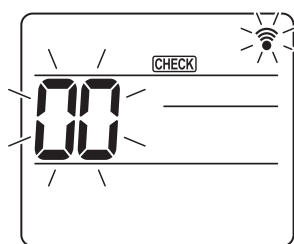
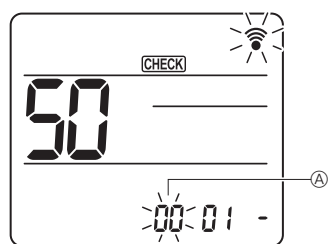
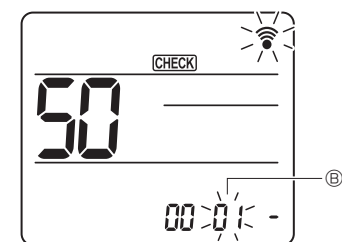
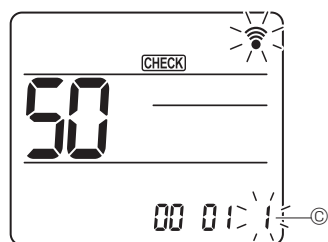

Fig. 7-16
Fig. 7-17
Fig. 7-18
Fig. 7-19
#### 7.4.2. Via trådløs fjernkontroll (Fig. 7-16, Fig. 7-17, Fig. 7-18, Fig. 7-19)
(Start denne oppgaven når skjermen på fjernkontrollen viser at status er slått av.) [CHECK] er tent og "00" blinker. (Fig. 7-16)
② Stille inn enhetsnummer
Trykk på [DOWN]-knappen for å stille enhetsnummer ①. (Fig. 7-17)
③ Velge en modus
Trykk på [DOWN]-knappen for å stille modusnummer ②. (Fig. 7-18)
④ Velge innstillingsnummer
Bruk [DOWN]-knappen for å endre innstillingen nummer ③. (Fig. 7-19)